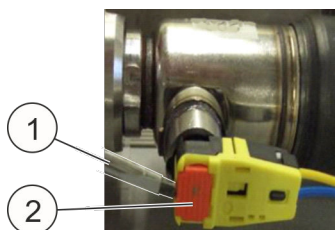

Fig. 86: Toma de encendido
- 11.** ▶ Con un destornillador pequeño (Fig. 86/1) sacar el bloqueo rojo (Fig. 86/2) de la toma de encendido.